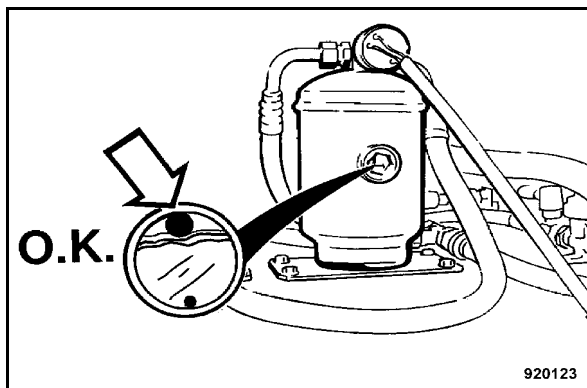

fig. 147
- Vérifier si la bille flottante (fig. 147) dans le regard du dessicateur nage en surface.